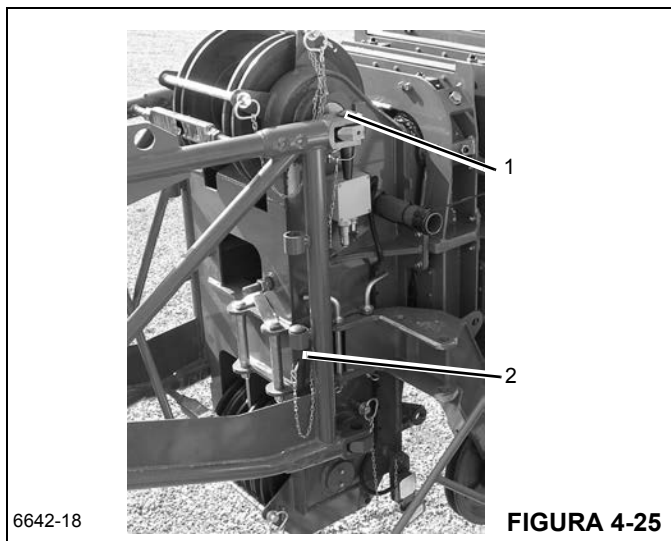

FIGURA 4-24
15. Usando o cabo de apoio, puxe a extensão para fora da lança (Figura 4-24).
16. Enquanto mantém controle sobre a extensão com o cabo de apoio, gire a extensão para a posição na extremidade da lança (Figura 4-24).